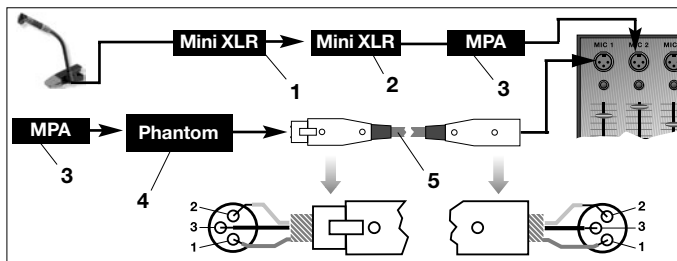

Fig. 4: Schema di collegamento con MPA III L
Vedi fig. 4.
2. Collegate l'MPA III L (3) disposto sul cavo microfonico a un ingresso microfonico XLR simmetrico con alimentazione phantom.
- Vedi fig. 4.
4. **Se il vostro mixer non è dotato di alimentazione phantom**, inserite l'MPA III L (3) in un alimentatore phantom AKG opzionale (4) (N 62 E, N 66 E, B 18, B 15) e collegate l'alimentatore phantom (4) servendovi di un cavo XLR (5) (p.e. AKG MK 9/10 – non in dotazione) ad un ingresso simmetrico.